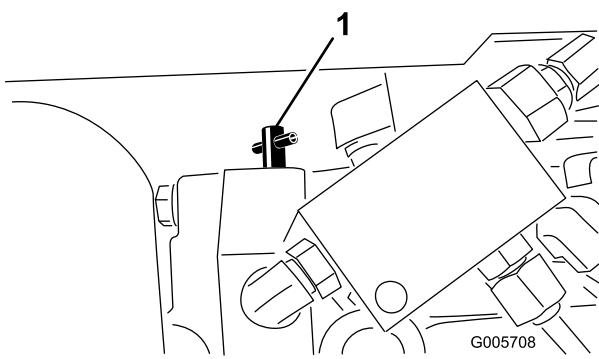

Bild 34
1. Fassen Sie das Sicherungsventil am Getriebe an und drehen Sie es eine halbe oder ganze Umdrehung nach links (Bild 34). Bei geöffnetem Ventil wird im Getriebe ein interner Durchgang geöffnet, wodurch keine Berührung mit dem Getriebeöl erfolgt. Weil das Öl umgängen wird, lässt sich die Antriebseinheit ohne Schäden am Getriebe bewegen.